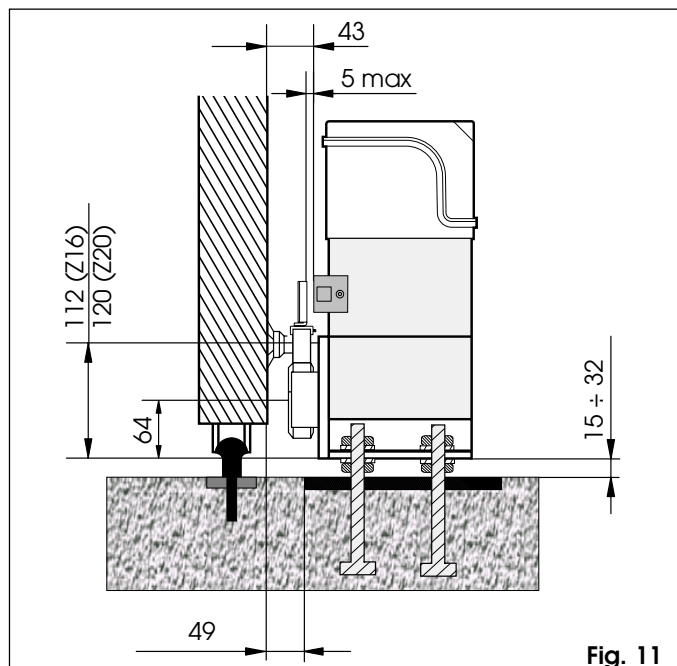

Fig. 11
- 4) Régler la hauteur des pieds et la distance par rapport au portail en se reportant à la Fig. 11.